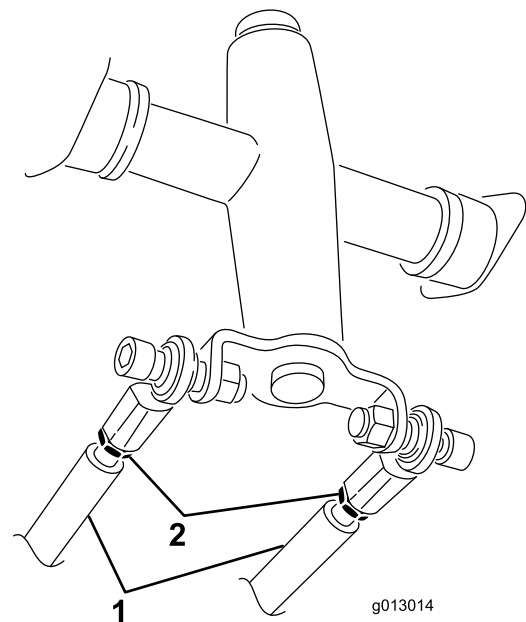

Bild 56
3. Lösen Sie die Klemmmuttern an den Zugstangen unter dem Bedienfeld (**Bild 56**).